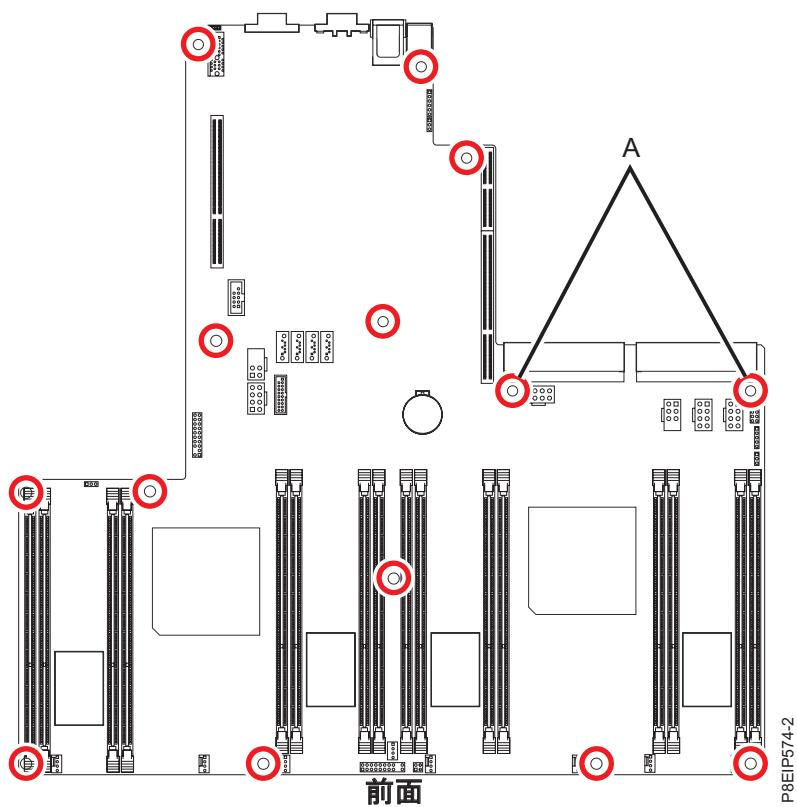

図 58. ねじの位置：(A) にある 2 本のねじは黒色で、少し長くなっています。
13. システム・バックプレーンに 14 本のねじを位置合わせして、締めます。 ねじの位置は 56 ページ の図 58 に示しています。